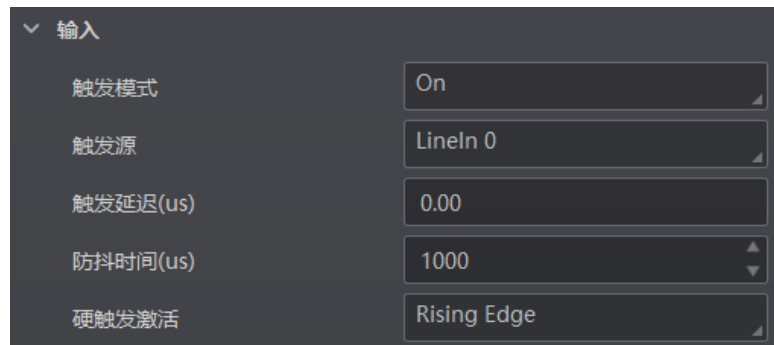

图4-44 外部触发参数防抖设置
5. 若触发源选择外部触发，可设置防抖时间对输入的信号进行去抖处理，如图 4-44 所示。